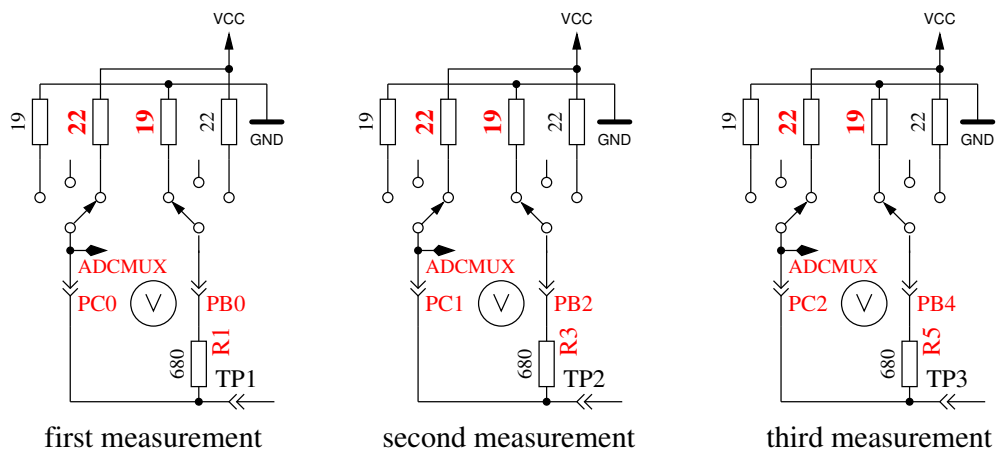

Abbildung 5.61. Messung des Innenwiderstandes des auf VCC geschalteten Port-C-Ausgängen.
9. **Messung des Innenwiderstandes von auf VCC geschalteten Port-Ausgängen.** Der benötigte Strom wird von auf GND geschalteten 680Ω-Widerständen geliefert. Es ist die gleiche Messung wie die in Test 8 zur anderen Seite, wie in Abbildung 5.61 gezeigt wird. Der Innenwiderstand wird wie folgt berechnet: Um den Strom zu berechnen:  $(5001 - (\text{ErgebnisvonTest8}) - (\text{ErgebnisvonTest9}))/680$ . Die Widerstandswerte ergeben sich, wenn die gemessene Spannung durch diesen Strom dividiert wird. Das Ergebnis für diesen Test wird dann in Zeile 1 mit dem Text „RI\_Hi=“ in Ω angezeigt, der Innenwiderstand zur GND-Seite wird in Zeile 2 mit dem Text „RI\_Lo=“ angezeigt. Diese Werte werden ab Software-Version 1.06k bei jeder Messung neu bestimmt und hier nur dargestellt.